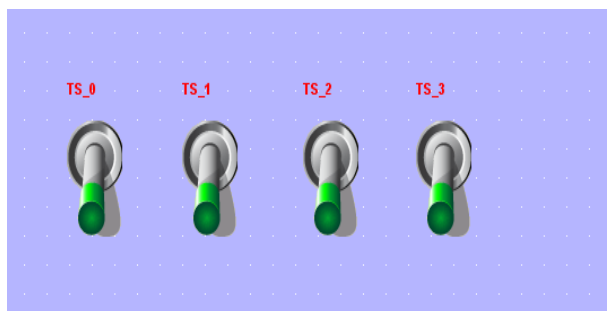

Рис. 19. Элементы для управления релейными выходами контроллера СРМ902
3.5.8. Выделить созданный элемент. Нажать правой кнопкой мыши и выполнить копирование элемента. Вставить на свободное место поля экранной формы еще три таких тумблера (рис. 19).